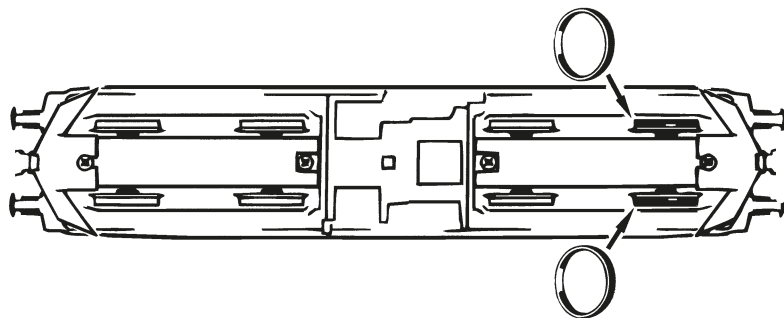

Fig. 8
**4. Kohlebürstenwechsel:** Lokgehäuse abnehmen (Fig. 3). Danach wird der Motor ausgebaut und die Kohlebürsten ausgewechselt (Fig. 8).
**4. Carbon Brush Changing:** First remove loco body (fig. 3), and then the motor (fig. 8).
**4. Byte av motorkol:** Tag av lokkopån först (fig. 3). ag ur motorn och byt motorkolen enligt fig. 8.